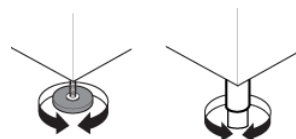

Fig. 5
- 1- Posizionare e livellare l'apparecchio ruotando i piedini a vite regolabili in dotazione. (Fig.5)